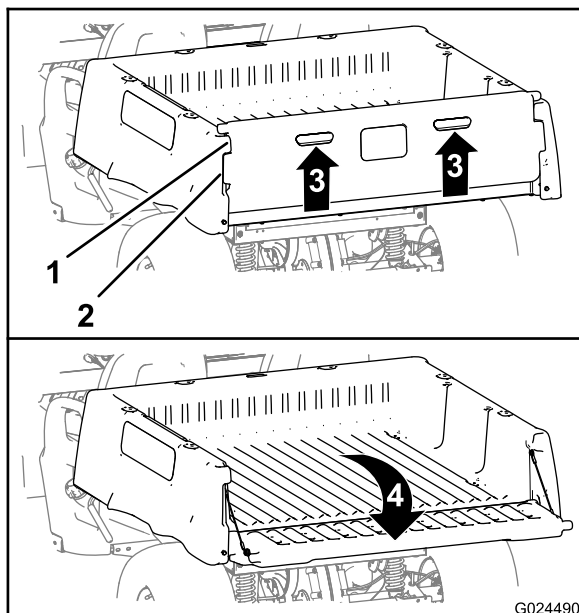

Figure 15
2. Passez les doigts dans les poignées du hayon pour le soulever (Figure 15).
3. Alignez les bords de verrouillage du hayon sur les ouvertures entre les bords de verrouillage du plateau de chargement (Figure 15).
4. Faites pivoter le hayon vers l'arrière et le bas (Figure 15).
6. Faites pivoter le hayon vers le haut et l'avant jusqu'à ce que les bords de verrouillage soient au niveau du creux dans le plateau de chargement (Figure 15).
7. Baissez le hayon jusqu'à ce qu'il soit engagé à l'arrière du plateau de chargement (Figure 15).